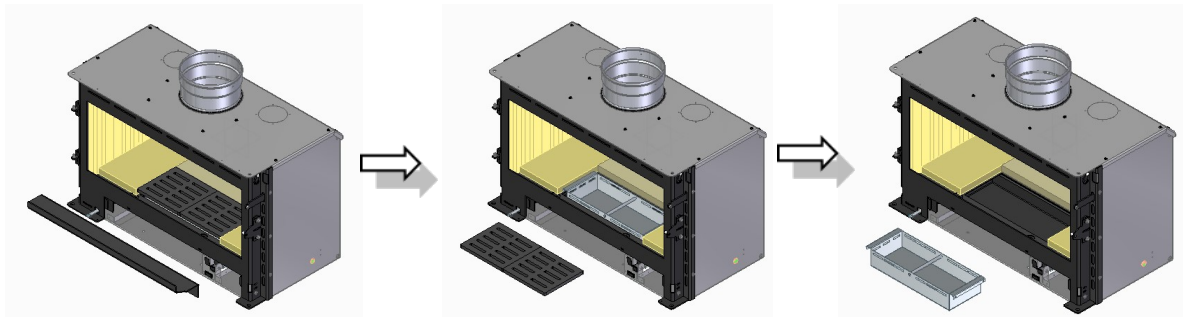

Figura 45 – Retirada de accesorios
b. A continuación, retire el deflector de cenizas, el recipiente de cenizas y el cajón de cenizas, véase la Figura 45.